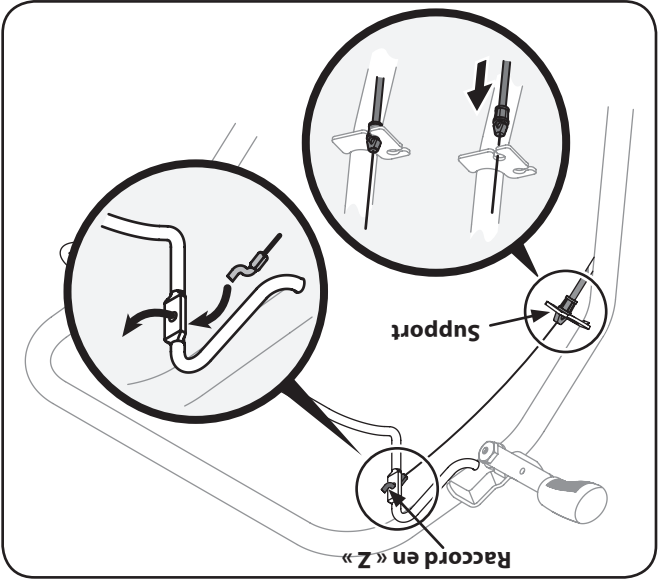

Figure 3-7
3. Faites-le passer dans le trou supérieur du support de câble et poussez le raccord dans le trou du support jusqu'à ce que la rainure du raccord s'emboîte facilement. Voir la Figure 3-7.
4. Enfoncez le raccord en « Z », de l'intérieur vers l'extérieur, dans le trou de la commande d'embrayage de la marche arrière. Voir la Figure 3-7.